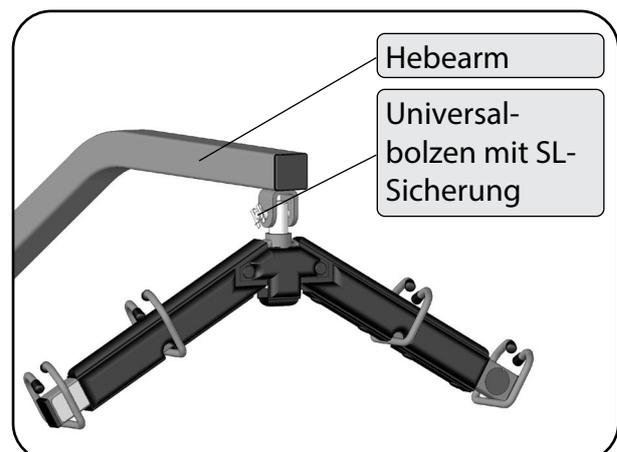

Abbildung 16
11. Montieren Sie den Aufnahmebolzen mit Bund mit Transportbügel am Hebearm. Sichern Sie den Universalbolzen mit der SL-Sicherung (Abbildung 16).